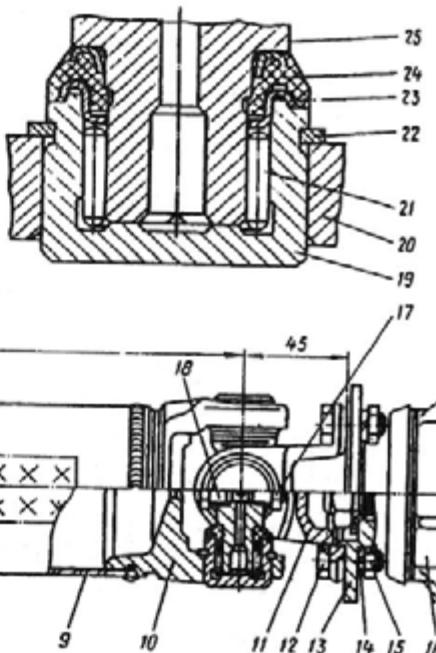

Рис. 128. Карданская передача:
Карданская передача (рис. 128) состоит из двух карданных шарниров с роликовыми игольчатыми подшипниками, трубы карданного вала, скользящей и фланцевой вилок.
- отверните гайки 15 (см. рис. 128) болтов крепления заднего карданного шарнира к фланцу ведущей шестерни главной передачи и выпните болты;
5. При необходимости снимите с крестовины резиновые сальники 24 (рис. 128).